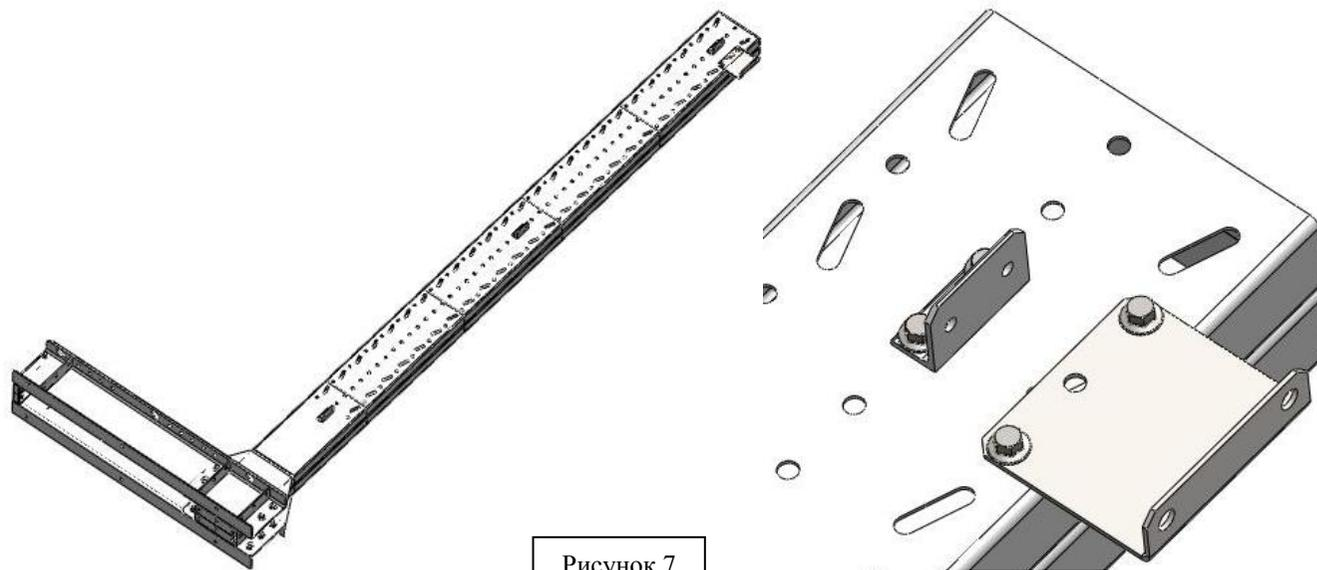

Рисунок 7
5. При установке одностороннего стеллажа, необходимо присоединить кронштейн (входящего в комплект) к стойке при помощи болтов M14×190, гайк M14, шайб 14 (рисунок 7).